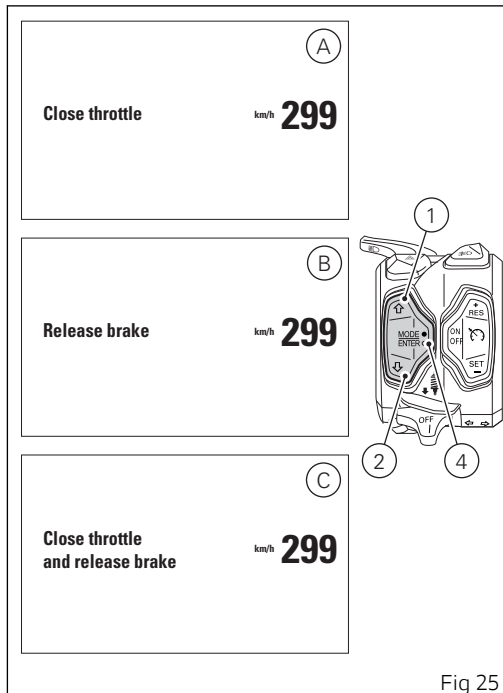

Fig 25
- se il comando del gas è "aperto" il cruscotto attiva l'indicazione "CLOSE THROTTLE" (A, Fig 25); solo quando il comando del gas è "chiuso" viene confermato e memorizzato il nuovo eventuale stile di guida selezionato tornando poi a visualizzare la "schermata standard";
- se il comando gas è "chiuso" ma i freni sono premuti, il cruscotto attiva l'indicazione "RELEASE BRAKES" (B, Fig 25) e solo quando i freni sono rilasciati viene confermato e memorizzato il nuovo eventuale stile di guida selezionato, tornando poi a visualizzare la schermata standard;
- se il comando gas è "aperto" o, i freni sono premuti e il veicolo è in movimento il cruscotto attiva l'indicazione "CLOSE THROTTLE AND RELEASE BRAKES" (C, Fig 25) e, solo quando tutte le condizioni sono verificate (comando gas chiuso e, freni rilasciati o veicolo fermo), conferma e memorizza il nuovo eventuale stile di guida selezionato tornando poi a visualizzare la "schermata standard".